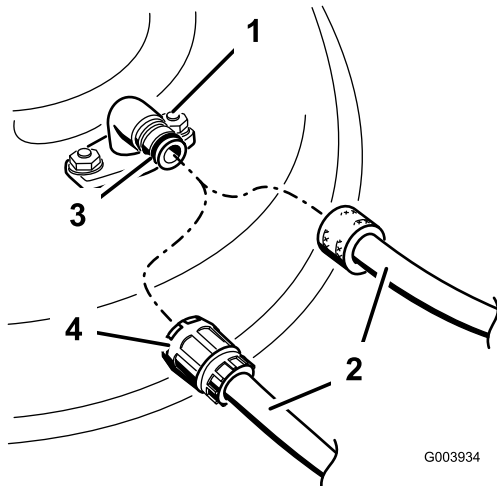

Figura 71
3. Coloque união da mangueira na extremidade de limpeza do cortador e ligue a água em elevado (Figura 71).